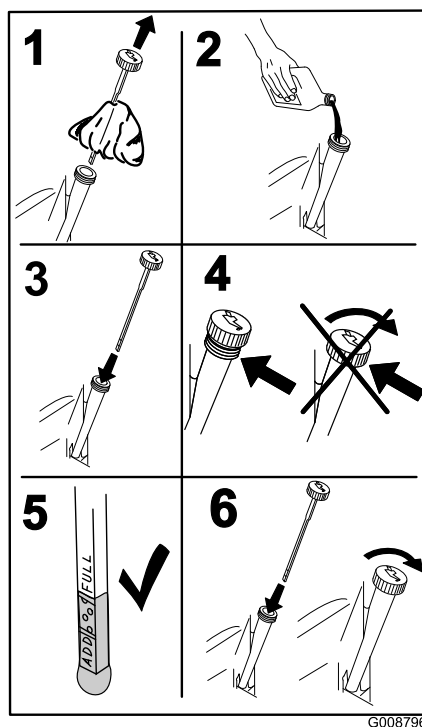

Figura 39
5. Vierta lentamente un 80% aproximadamente del aceite especificado por el tubo de llenado, luego añada lentamente el resto del aceite hasta que llegue a la marca **Full** (Figura 39).